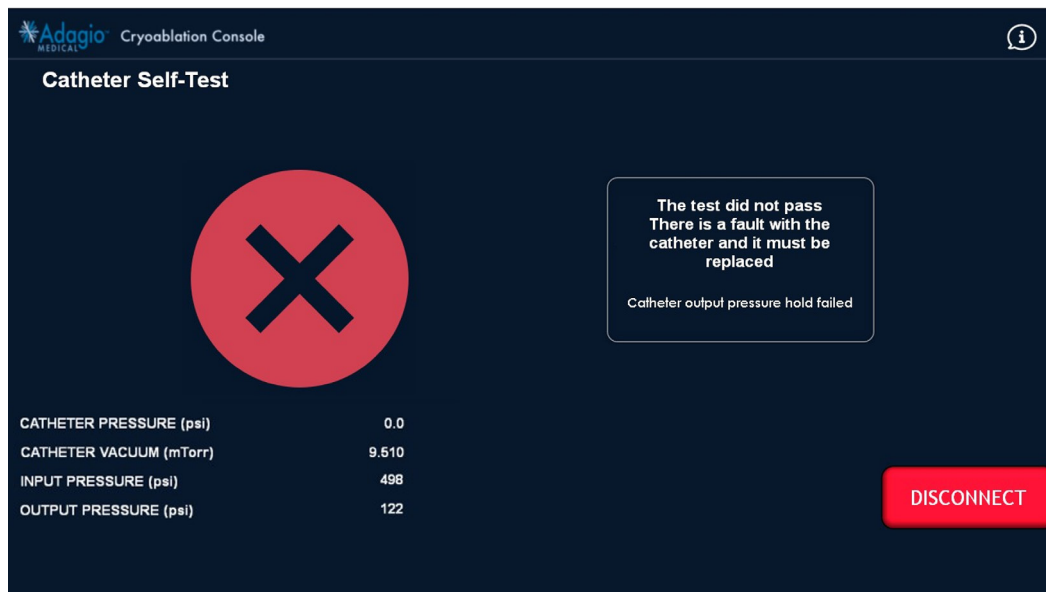

Afbeelding 40 – Scherm bij voltooide katheterzelftest
12. Als u klaar bent met de katheterzelftests (*Afbeelding 40*), verschijnt het onderstaande bericht. Klik op de knop PROCEED (Doorgaan) om de modus Complete functietest te openen (*Afbeelding 43*).